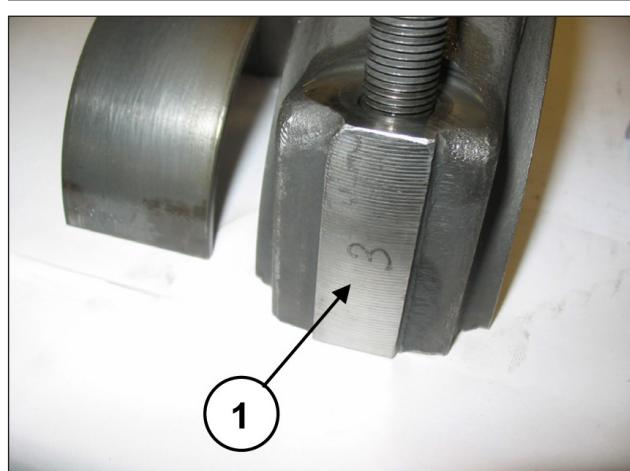

图 42
将半连杆联接先前拆除的连杆帽, 注意编号(位置①, 图 42)。
将连杆帽与半连杆分开；正确的联接由一侧的编号保证(位置①，图 42)。